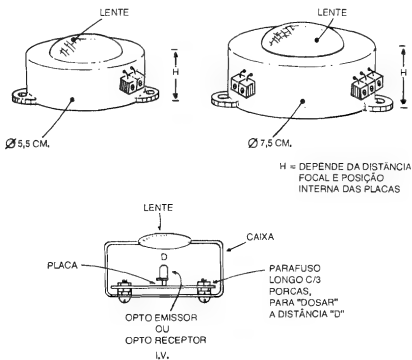

Fig.10
- FIG. 10 - ACOMODANDO OS CONJUNTOS NAS CAIXAS... - A figura mostra uma série de detalhes importantes quanto ao acabamento final dos dois MÓDULOS... Observar as posições recomendadas para os terminais externos de ligação da alimentação (em ambos os MÓDULOS) e para os contatos operacionais (no MÓDULO RECEPTOR). Lembrar de identificar e marcar tais terminais para não ocorrerem confusões ou trocas quando da instalação definitiva... Notar as posições centralizadas das lentes nos painéis principais das caixas e, finalmente, observar como a já determinada DISTÂNCIA FOCAL dos conjuntos pode ser facilmente obtida, simplesmente fixando-se as placas na conveniente "altura", através de conjuntos formados por um parafuso e três porcas (o parafuso, suficiente-mente longo...). Com tal arranjo mecânico, fica fácil "elevar-se" ou "abaixar-se" a placa, com relação à lente, de modo a fixar o conjunto com a distância D na conveniente medida, para perfeita eficiência ótica...